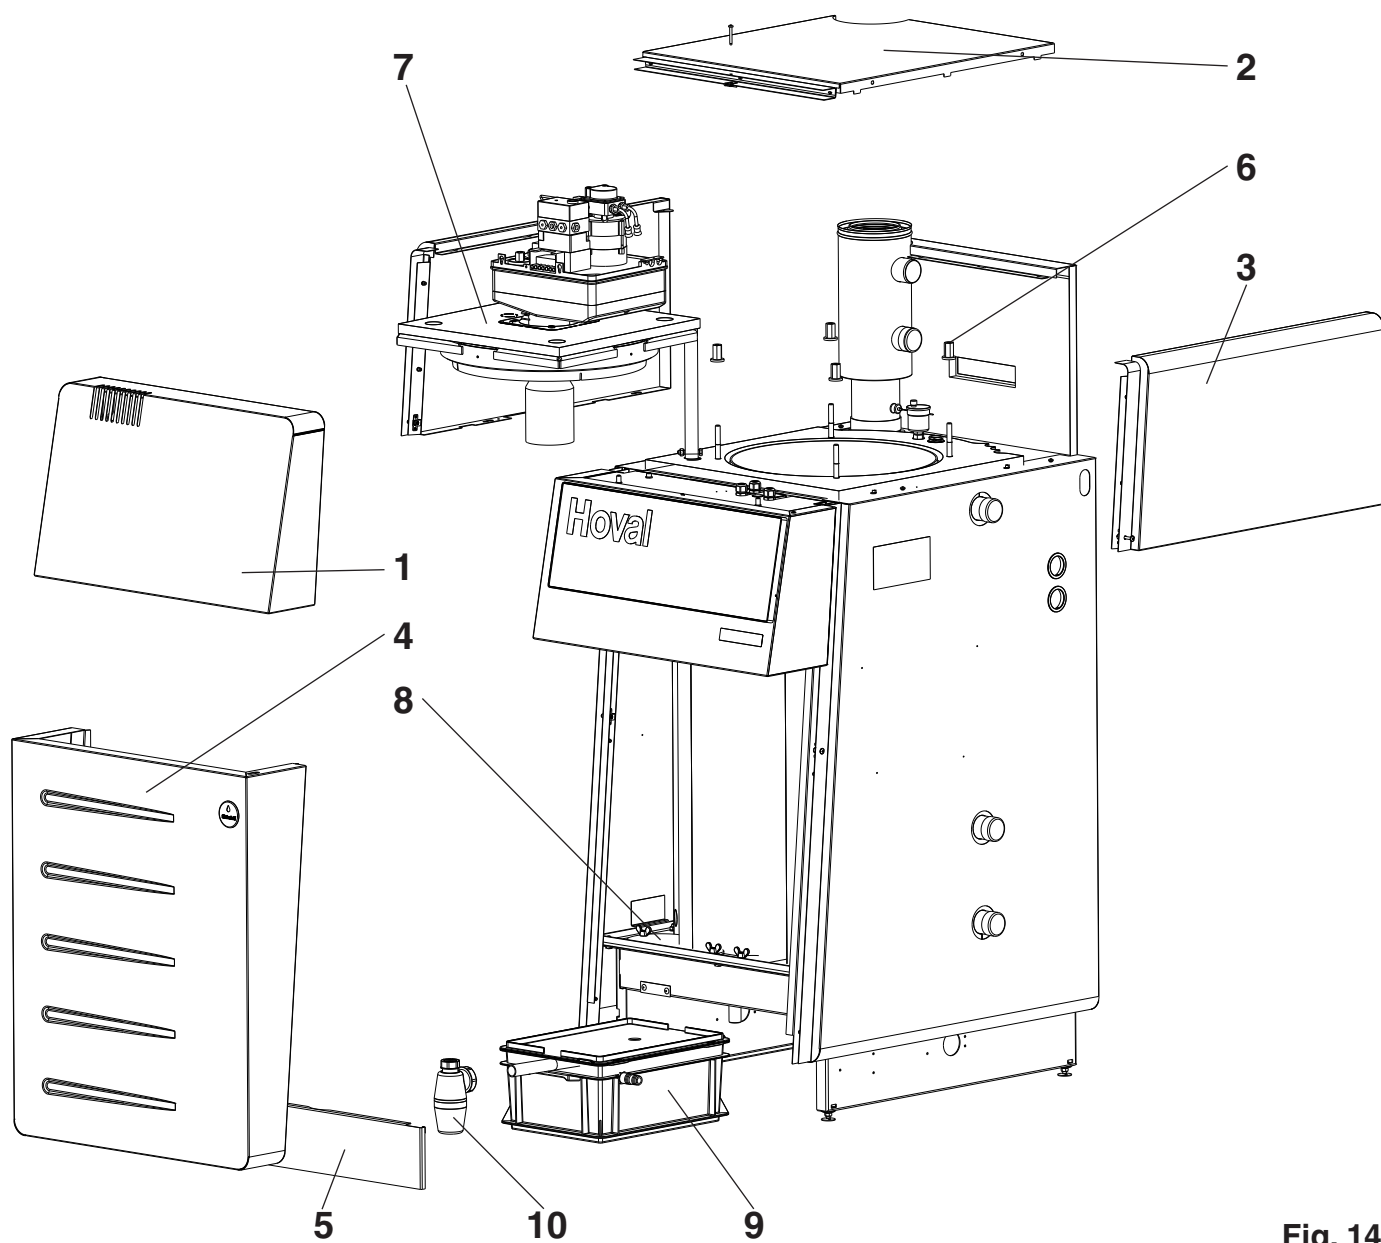

Fig. 14
- Smontare la copertura frontale (1, fig. 14), il coperchio (2) e le pareti laterali (3) (vedere capitolo 2.3, punti 1-4).
- Smontare la copertura frontale inferiore (4) (vedere capitolo 4.4, punto 3).
- Rimuovere la lamiera dello zoccolo (5), a tale scopo sollevare verso l'alto la lamiera mantenendola dritta e rimuoverla.
- Svitare le viti di chiusura (6).
- Sollevare il bruciatore con il portellone caldaia (7) ruotarlo sul fianco e abbassarlo nuovamente.
- Rimuovere il coperchio dell'apertura di pulizia (8).
Pulire annualmente il sifone. A tal scopo, smontare la parte inferiore del sifone (10, fig. 14).